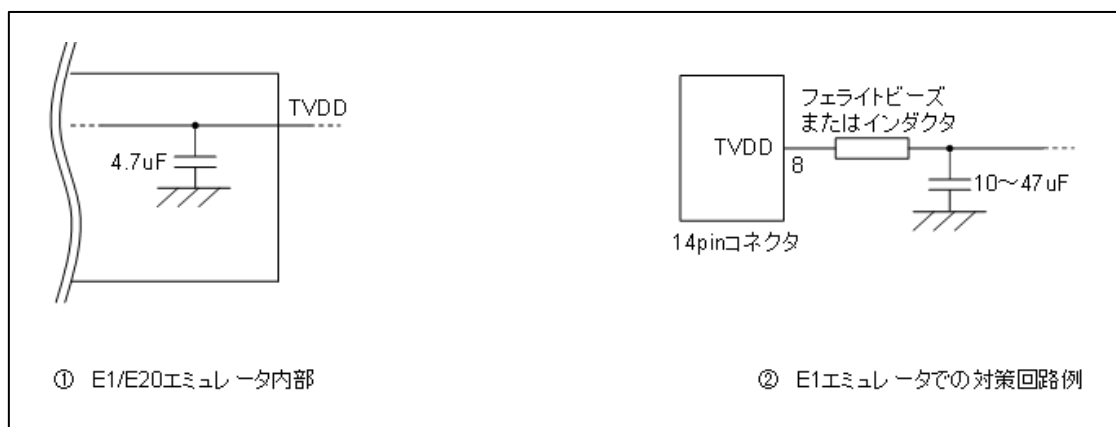

図 2-10 ホットプラグイン向け対策回路
図 2-10 ①のようにE1エミュレータの8番ピンには、エミュレータ内部で4.7 $\mu$ Fのコンデンサが付いているため、ホットプラグイン接続を行う場合はユーザシステム上の電源電圧が一瞬低下する場合があります。この電圧降下によりMCUリセットが発生する可能性があります。図 2-10 ②に示すように、エミュレータ接続コネクタのTVDDラインの直近にフェライトビーズ（またはインダクタ）と低ESRで大きめなコンデンサを付けることで症状を軽減することができますが、本対策は、電圧降下を完全に改善するものではありません。なお、ホットプラグイン接続はデバッグ時のみ有効な機能であり、本機能を使用する場合は、別売のホットプラグインアダプタが必要です。